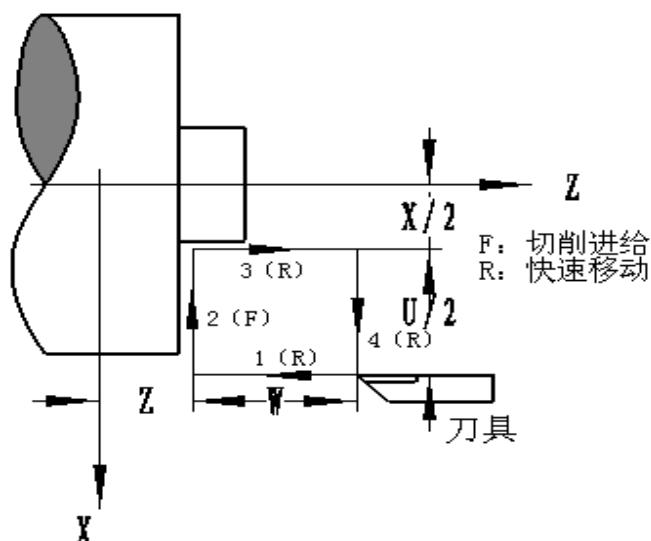

图 2-18
**指令格式:** G94 X (U) \_Z(W)\_R\_F\_;
**功能说明:** G94 指令可实现端面以及锥度端面的单一循环加工，循环完毕后刀具返回起刀点位置（轨迹 1 的起点），如图 2-18 和图 2-19。图中 (F) 线段表示切削进给，(R) 线段表示快速移动。
**G94 X (U) \_Z(W)\_F\_;**